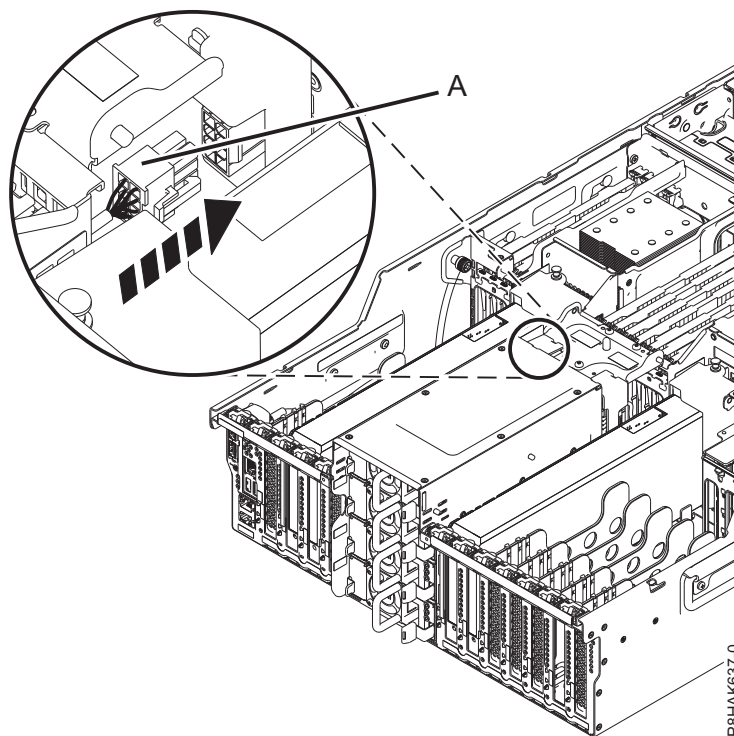

Figura 41. Ligar os cabos de alimentação para o adaptador GPU adaptador PCIe no sistema 8247-42L
6. Se estiver a instalar ou a substituir o Adaptador PCIe gen3 x16 GPU (FC EC47 ou EC4B) num sistema 8247-42L, ligue o cabo de alimentação auxiliar **(A)** aos seus conectores no painel posterior do sistema, como apresentado na Figura 41 na página 47. Se estiver a instalar ou a substituir qualquer outro adaptador, avance para o passo seguinte.